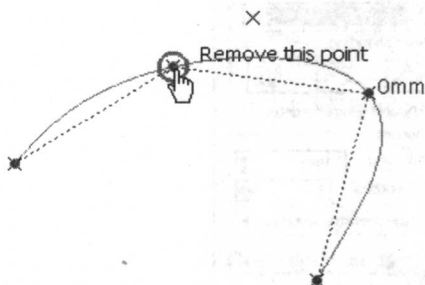
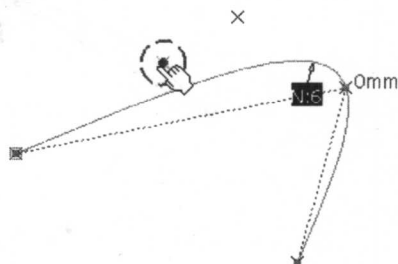

图 1-10
图 1-11
(5) 在对话框中单击  按钮, 可以将样条线中的某点删除。首先单击该按钮, 再选择需要删除的点, 如图 1-10 所示, 结果如图 1-11 所示。